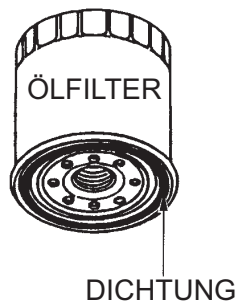

Abbildung 13. Ölfilter
1. Den Motorölfilter (Abbildung 13) alle 200 Stunden wechseln.